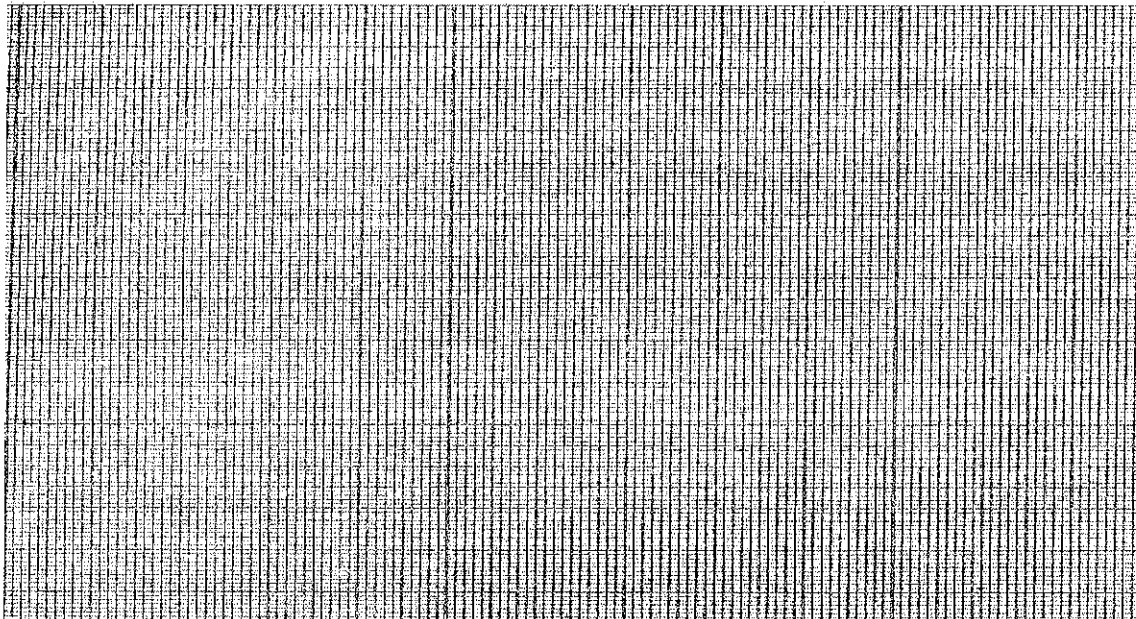

Figure 3 : Courbe dilatométrique à tracer
3. Tracer pour l'acier 10 CrMo10, en la commentant de manière précise, la courbe dilatométrique attendue pour un refroidissement conduisant à un acier trempé présentant une dureté de 215 Hv. Utiliser la feuille millimétrée de la figure 3.